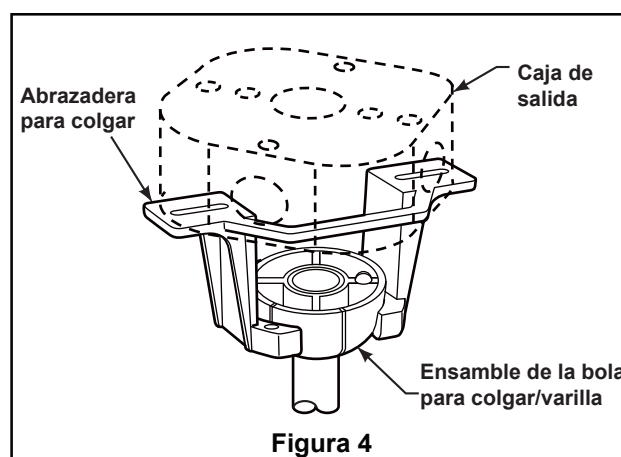

Figura 4
- ☐ 4. Retire la arandela del acoplador del motor y la cubierta de la carcasa superior del ensamble del motor. (Figura 4)
- ☐ 4. Coloque el soporte de la varilla y alinee los orificios de la clavija de horquilla en ambas piezas. Instale la clavija de horquilla y asegúrela con la pinza de horquilla. Fije los dos tornillos de presión y las tuercas de seguridad en el soporte de la varilla interior. (Figura 4)
- ☐ 2. Levante cuidadosamente el ventilador y coloque el ensamble de la bola para colgar/varilla en la abrazadera para colgar que acaba de fijar a la caja de salida. Asegúrese de que la ranura de la bola esté alineada con la lengüeta de la abrazadera para colgar. (Figura 4)
- ☐ 3. Una vez realizadas las conexiones, gire los conductores hacia arriba y, con cuidado, colóquelos dentro de la caja de salida; con los conductores blancos y verdes hacia un lado y los conductores negros hacia el otro. (Figura 4)
- ☐ 4. Instale el conector de 2 clavijas desde unidad de luz LED conexión a la unidad del motor. (Figura 4)
4. Para configurar el código del mando a distancia, Mueva los interruptores de código hasta colocar el código de selección en la posición arriba o abajo. Con un destornillador pequeño o con una lapicera (no se incluye) deslice firmemente hacia arriba o hacia abajo. (Figura 4)